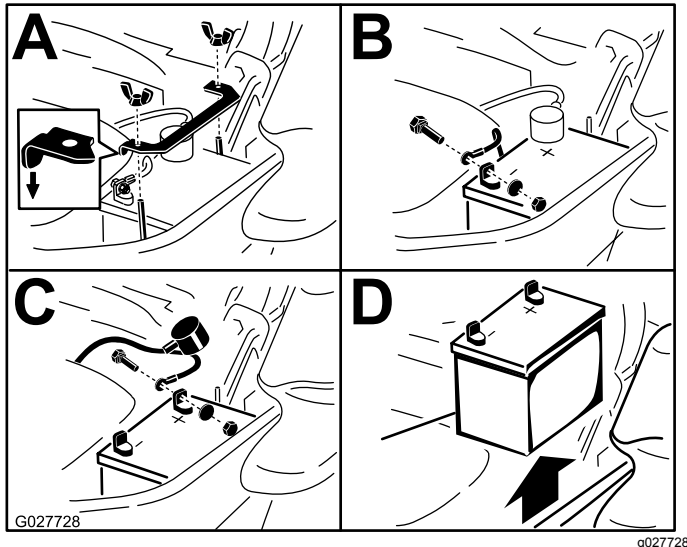

Figura 54
3. Retire la batería, según se muestra en Figura 54.